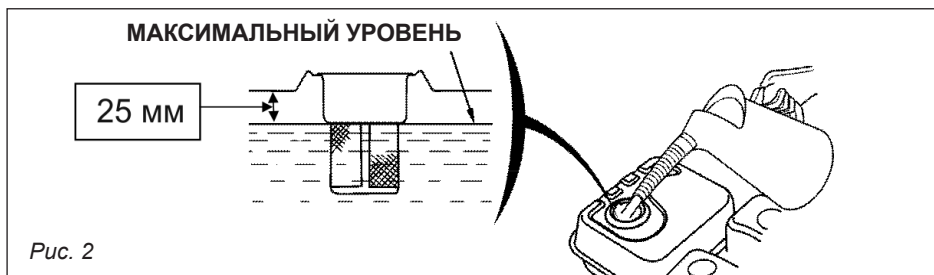

Рис. 2
4. ОСНОВНЫЕ ЧАСТИ И УЗЛЫ НАСОСА (рис. 2)
Если уровень топлива низкий, дозаправляйте в хорошо вентилируемом месте и при остановленном двигателе. Если двигатель работал, дайте ему сначала остыть. Для дозаправки установите двигатель на ровную поверхность, чтобы крышка топливноналивной горловины была направлена вверх. Снимите крышку горловины и наполните топливный бак бензином (рис. 2). Доливайте осторожно, избегая проливания топлива. Не переливайте топливо выше уровня. После дозаправки плотно и надежно закройте крышку топливноналивной горловины. Храните бензин в удалении от открытого огня, нагревательных приборов, жаровен, электрических устройств, механизированного инструмента и т.п.